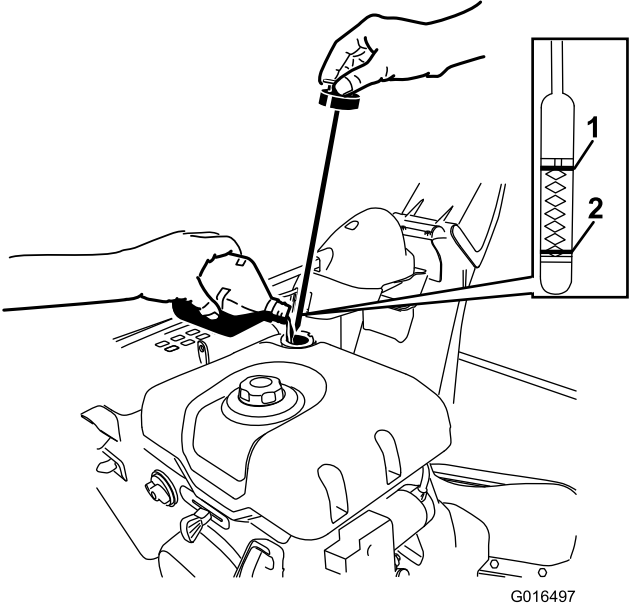

Figure 20
1. Retirez la jauge en dévissant le bouchon dans le sens antihoraire et versez de l'huile **lentement** dans le goulot de remplissage pour faire monter le niveau de liquide jusqu'au repère du plein (Full) sur la jauge. **Ne remplissez pas excessivement.** (Figure 20).